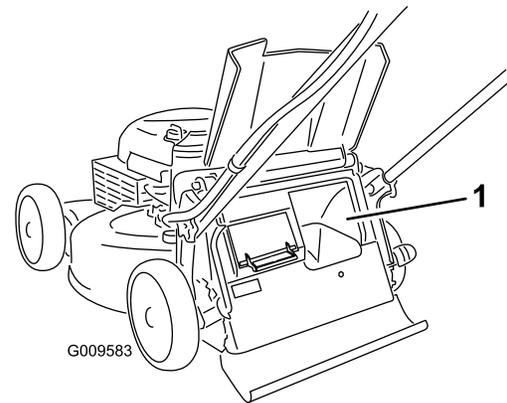

Figure 24
**Important:** Pour que le ramassage s'effectue correctement, enlevez les déchets d'herbe et autres qui se trouvent sur le volet de ramassage sur demande et l'ouverture (Figure 24) avant de changer la position du levier de ramassage sur demande.